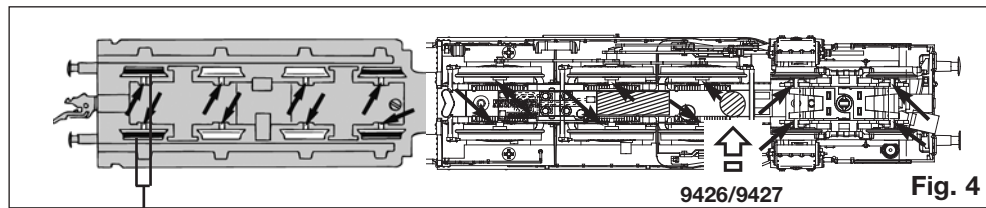

Fig. 4
**Ersatzhaftreifen: 54 4007** An der schraffierten Stelle kann der **Schaltmagnet 9426/9427** eingebaut werden (Fig. 4).
**Ölen:** Geölt werden Lagerstellen und Getriebe nur an den gekennzeichneten Lagerstellen (Fig. 4 und 6).
**Installing the digital decoder:** A 6-pole **DECODER (DCC: 6876, new: 687401) (NEM 651)** can be glued onto the surface indicated in Fig. 2/3. Please consult the instructions included with the DECODER for fitting advice. Pull the jumper out of the interface and insert the decoders plug instead. Take care, that the pins marked "1" / cables with the same colour are on the same side. The indicated area can be used for locating the **switching magnet 9426/9427** (Fig. 4). **Spare traction tyres: 54 4007**
**Lubrication:** The bearings and gear-box need only be lightly oiled at the bearing points marked (Fig. 4 and 6). Only use **FLEISCHMANN-oil 6599**. Only put a tiny drop in each place (→), otherwise it will be overoiled. An applicator needle is located in the cap of the oil bottle for your use.
**Montage d'un module récepteur digital:** La zone hachurée permet de coller un **DECODER (DCC: 6876, nouveau: 687401) (NEM 651)** à 6 pôles (Fig. 3). Pour le montage, se référer au mode d'emploi du decoder. Extraire la fiche de pontage et brancher la fiche à 6 pôles du decoder en veillant à ce que les repères "1" soient la même côte. (les fils en couleur de decoder et du connecteur forment en suite une liaison continue). **L'aimant permanent 9426/9427** peut être monté à l'endroit indiqué (Fig. 4). **Bandages de rechange: 54 4007**
**Graissage:** Les supports et les engrenages doivent être huilés uniquement aux endroits indiqués (Fig. 4 et 6). N'utilisez que l'huile **FLEISCHMANN 6599**. Et seule goutte par point à lubrifier (→), afin d'éviter tout excès. L'aiguille montée dans le bouchon du petit flacon convient parfaitement à cet usage.